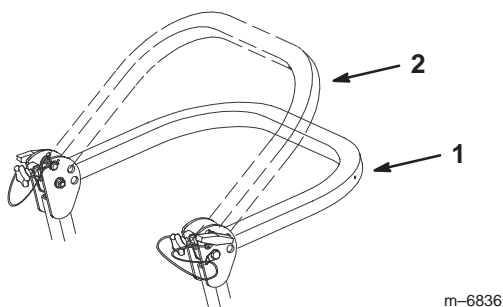

Figure 2
3. Abaissez l'arceau de sécurité à la position la plus basse. La position abaissée est à deux niveaux (voir Figure 2).